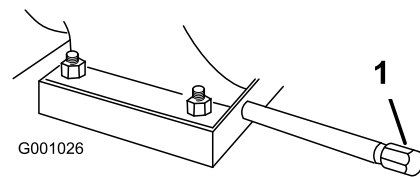

Bild 40
1. Reinigen Sie den Bereich um die Ablassschraube (Bild 40).